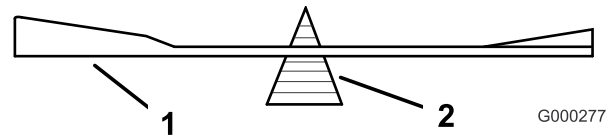
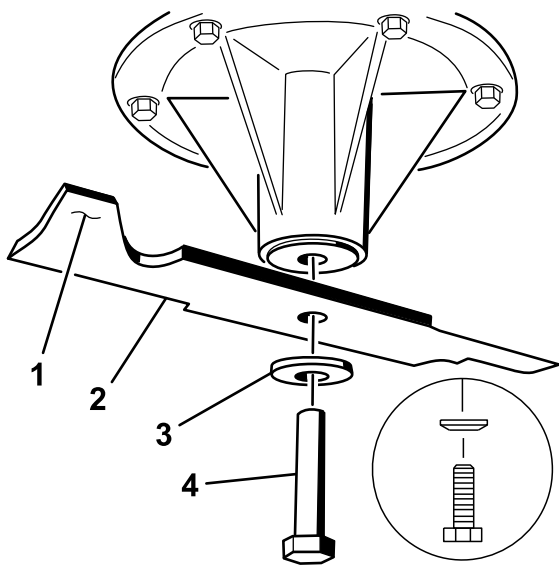

Figure 95
Figure 96
2. Vérifiez l'équilibre de la lame en la plaçant sur un équilibreur (Figure 95). Si la lame reste horizontale, elle est équilibrée et peut être utilisée. Si la lame est déséquilibrée, limez un peu l'extrémité de la partie relevée seulement (Figure 96). Répétez cette procédure jusqu'à ce que la lame soit équilibrée.
1. Placez la lame sur l'axe (Figure 96).
2. Mettez en place la rondelle élastique et le boulon de la lame. Le côté bombé de la rondelle élastique doit être dirigé vers la tête du boulon (Figure 96). Serrez le boulon à un couple de 115 à 150 Nm (85 à 110 pi-lb).